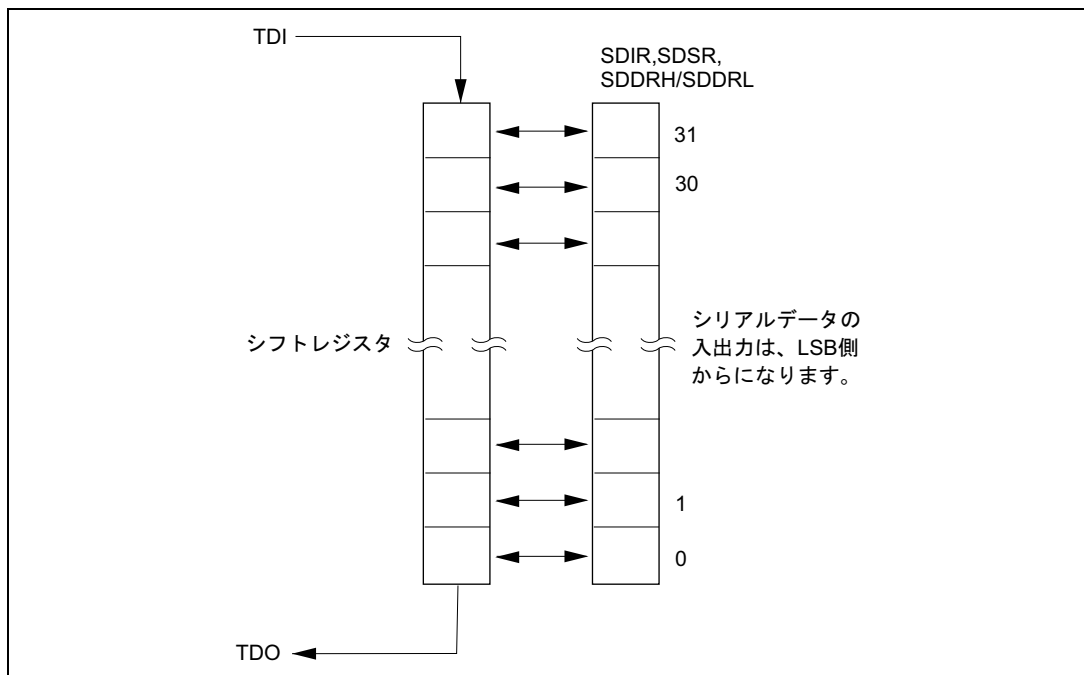

図 18.5 シリアルデータ入出力
- TCK の周波数は周辺モジュールクロック (P) の周波数よりも低くなければなりません。詳しくは「第 26 章 電気的特性」を参照してください。
- シリアル転送時のデータ入出力は LSB から開始します。図 18.5 にシリアルデータ入出力を示します。